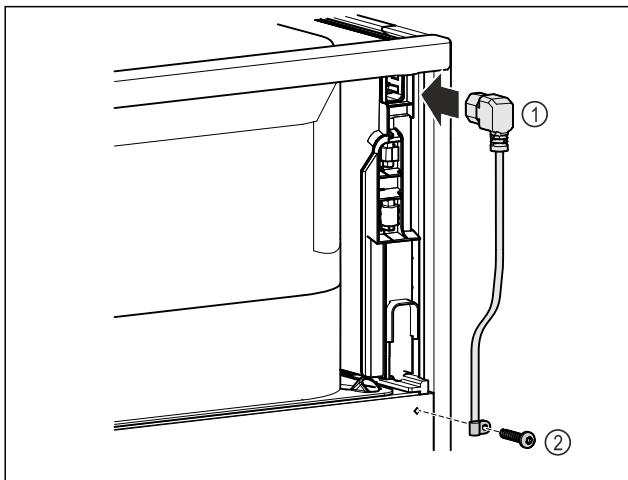

Fig. 13
- Ikiškite prijungimo prie tinklo laido „šaldojo prijungimo“ jungtį Fig. 13 (1) galinėje prietaiso pusėje.
- Sumontuokite suveržimo įtaisą. Fig. 13 (2)